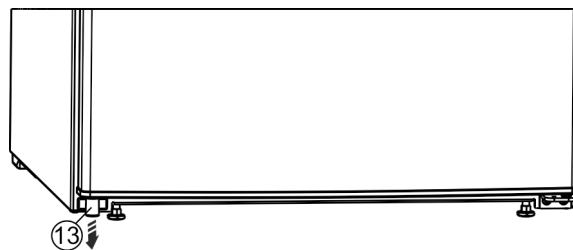

Fig. 13 *
- ▶ Извлеките из двери распорную деталь Fig. 13 (13) вниз слева.*